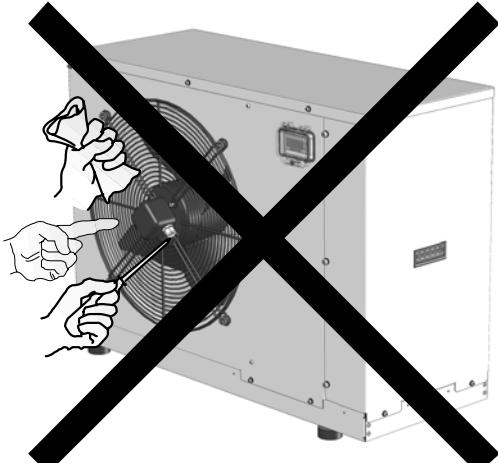

Fig. 29
- non inserire utensili, carta o quant'altro possa penetrare attraverso le griglie di protezione dei ventilatori (fig. 29);